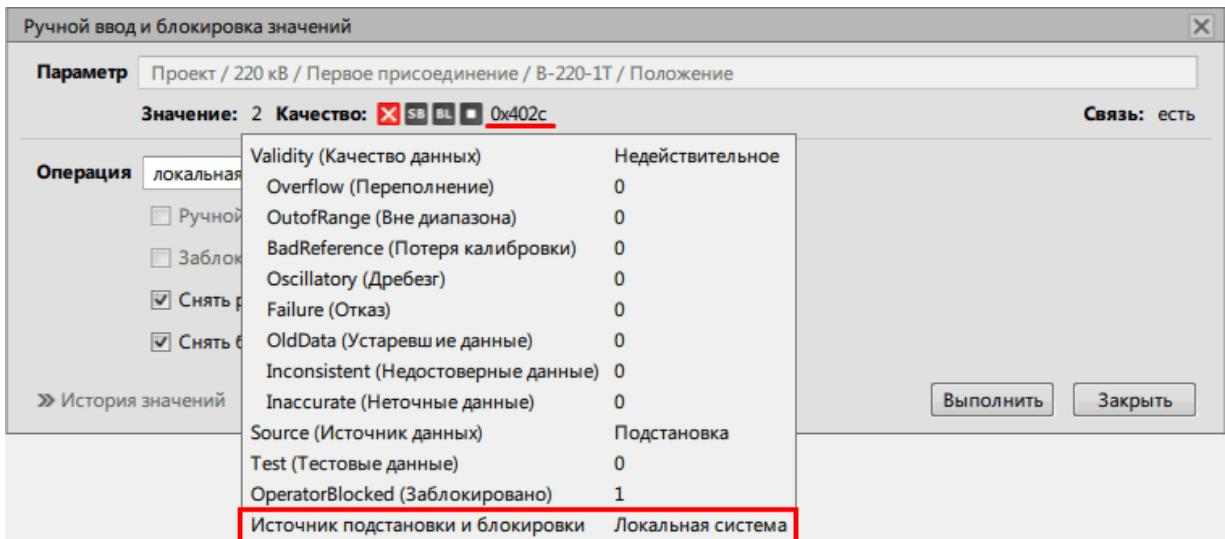

Рисунок 172 - Источник подстановки и блокировки
1. На основе атрибута качества **Источник подстановки и блокировки** выберите тип операции: «Внешняя система» – «внешняя» операция, «Локальная система» – «локальная» операция (Рисунок 172).